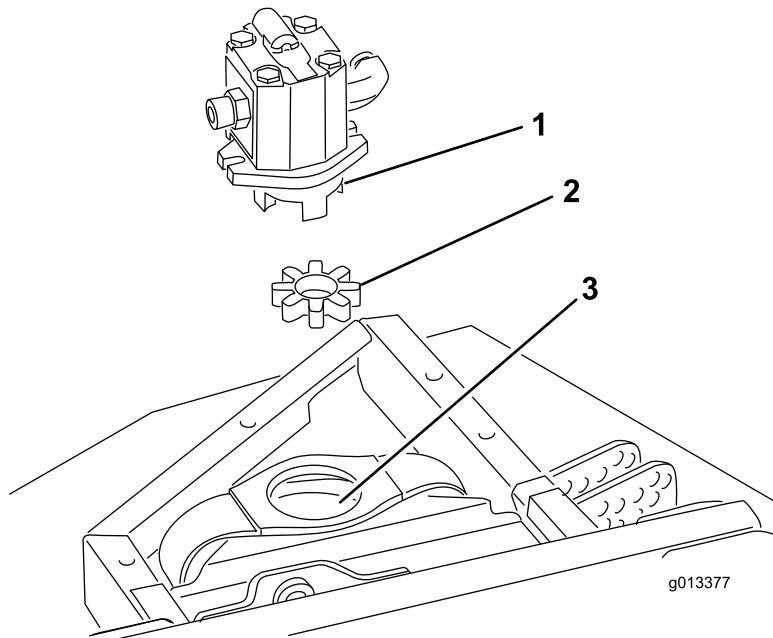

Figura 2
4. Retire a aranha elastomérica do acoplador de cada polia interna. Verifique se a aranha elastomérica apresenta desgaste e substitua-a se estiver danificada. Caso contrário, guarde para instalar na nova plataforma (Figura 2).
Nota: Verifique se existe desgaste no cubo da aranha e substitua se estiver gasto (Figura 2).